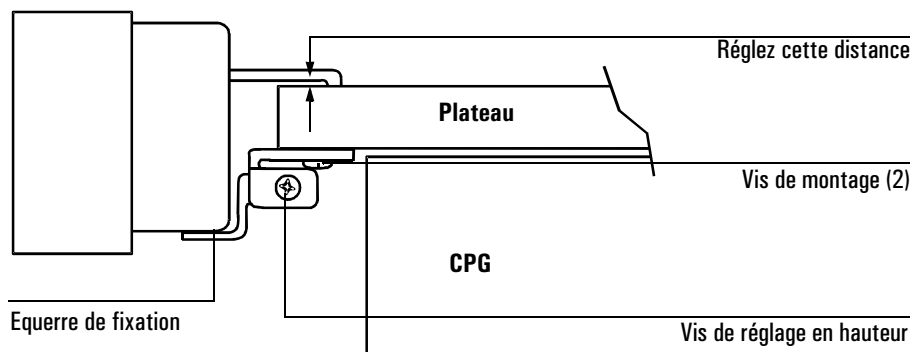

Figure 4 Equerre de fixation du lecteur de code-barres
5. Réglez la hauteur du lecteur de code-barres. Desserrez légèrement la vis de réglage de hauteur sur le côté de l'équerre de fixation et soulevez ou abaissez l'équerre jusqu'à ce qu'il y ait un petit écartement — d'environ l'épaisseur d'une feuille de papier — entre les clips de montage du lecteur de code-barres et le plateau. Voir la Figure 4. Serrez la vis d'ajustement de la hauteur.